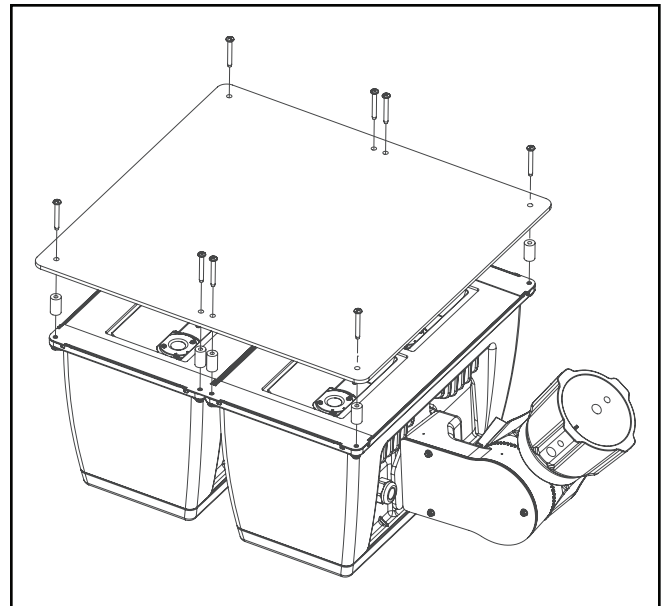

Figure 6
Protection anti-vandalisme (Figure 6).
1. Desserrez et retirez les (8) vis hexagonales 10-24 sur la partie frontale du luminaire.
2. Alignez les (8) entretoises longues de 22,2 mm (7/8 po) avec les trous existants.
3. Utilisez les (8) vis 10-24 x 38,1 mm (1 1/2 po) pour fixer fermement la protection anti-vandalisme sur la face supérieure du luminaire. (Figure 6).